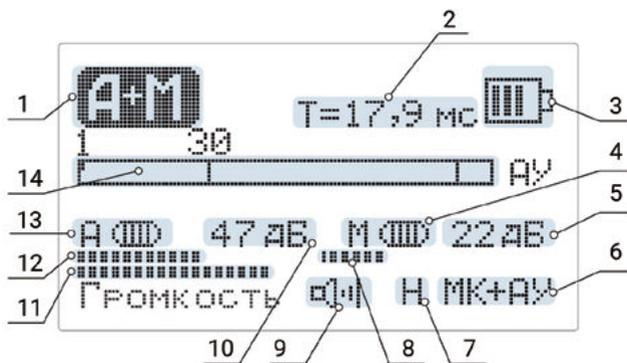

Рисунок 13 – Основной экран канала «А+М»
Перед переключением на канал «А+М» необходимо настроить частотные характеристики АК в режиме «АУ» (п. 4.8.2). Индивидуальная настройка частотных характеристик канала «АУ» может существенно ослабить влияние акустических помех при поиске МП. Основной экран канала «А+М» (рис. 13).
- 4.10.1 Линейная шкала текущего уровня сигнала (п. 14, рис. 13) разделена по горизонтали на две половины. Верхняя половина – уровень акустического сигнала. Нижняя половина – уровень магнитного сигнала. Мгновенный уровень сигнала отображается заполнением шкалы и вертикальной линией, фиксирующей максимум и существующий до прихода следующего импульса, но не более 3 секунд. Переключение шкал происходит автоматически при изменении усиления в магнитном или акустическом канале. Активной является шкала, в которой изменения усиления проводились последними. Графическое отображение уровня сигналов дублируется динамической индикацией числового значения уровня в течение примерно 0,2 секунды после достижения определенного уровня. Числовое значение дается в процентах от максимального допустимого сигнала.
- 4.10.3 Для корректной работы приемника в данном режиме необходимо установить такой уровень усиления в каналах «А» и «М», при котором происходит синхронная с импульсами ударного генератора индикация срабатывания пороговых устройств – заполнение овальных значков справа от знаков «А» и «М» (п. 4 и п. 13, рис. 13). Это будет происходить при уровне сигналов порядка 90 % от максимума. Установленный уровень сигналов должен поддерживаться неизменным на каждом шаге при продвижении по трассе поиска. Выполнение этого условия обеспечит достоверную оценку ключевого параметра режима «А+М» – задержки распространения акустического сигнала (п. 2, рис. 13).
- 4.10.6.4 Строка меню «Выход на ТЛФ». Выбранный канал («АУ», «МК» или «АУ+МК») подключается для прослушивания к телефонам. В основном экране символ выбранного канала отображается в правом нижнем углу (п. 6, рис. 13).